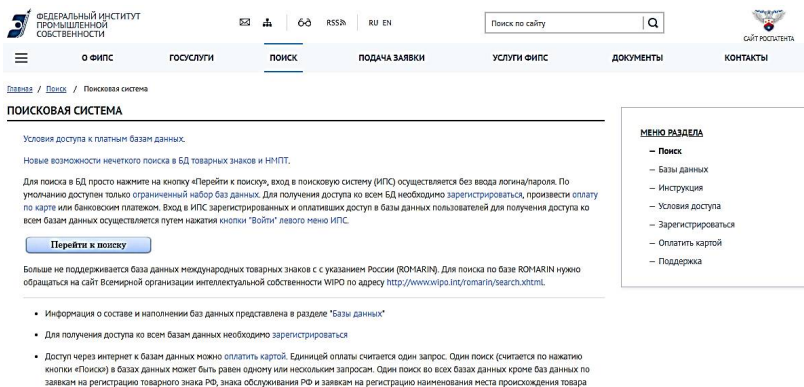

Рис. 1. Раздел «Поисковая система»
- нажать кнопку «Перейти к поиску» (рис. 1).